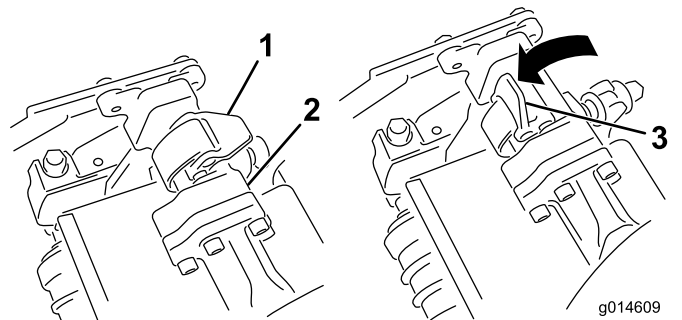
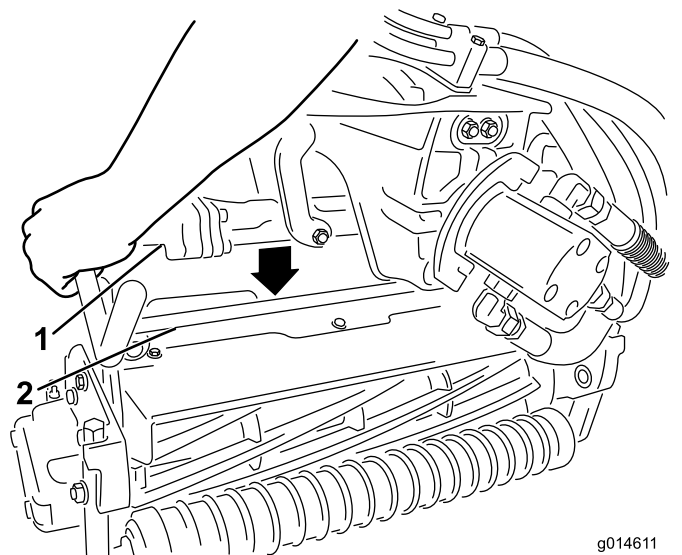

Bild 30
Bild 31
3. Die Riegel an der Aufhängearmstange müssen nach oben zeigen (d. h. offen) (Bild 30); drücken Sie den Aufhängearm dann so nach unten, dass die Stange über die Stange an der Oberseite der Schneideinheit passt (Bild 31).
- Drücken Sie die Riegel nach unten und um die Schneideinheitstange und arretieren sie (Bild 30).
- Öffnen Sie die Riegel an der Aufhängearmstange der Schneideinheit, die Sie entfernen möchten (Bild 30).